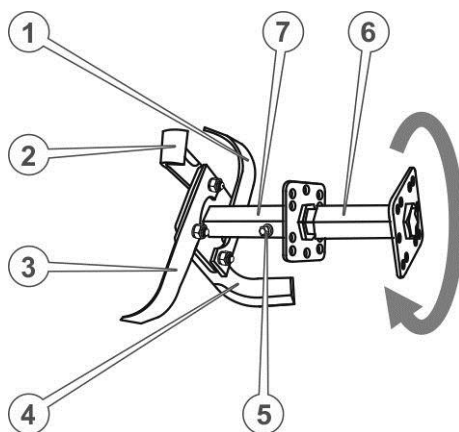

Рисунок 10. – Ґрунтофреза
1. Вставити додаткову маточину ротора в шестигранний отвір основної маточини та зафіксувати, щоб уникнути можливого осьового зсуву, болтом М8х80 з плоскою і пружинною шайбою (див. рисунок 10.)
7. Скласти інші сегменти ротора ґрунтофрези (див. рисунок 10.). Складання лівої половини ґрунтофрези здійснюється аналогічно, з урахуванням напрямку обертання ротора.